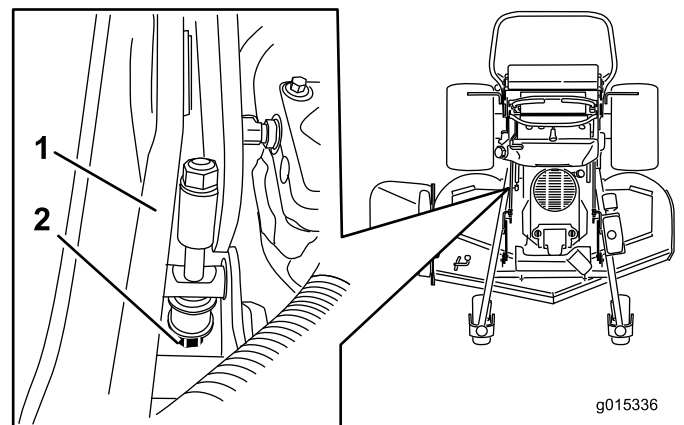

図 89
5. 測定値が正しくない場合には、機体右側にある刈高ロッドを探し出す（図 89）。
6. 図 89に示す調整ボルトを使って、ブレードの先端の高さが 7.6cm マッチするように調整する。